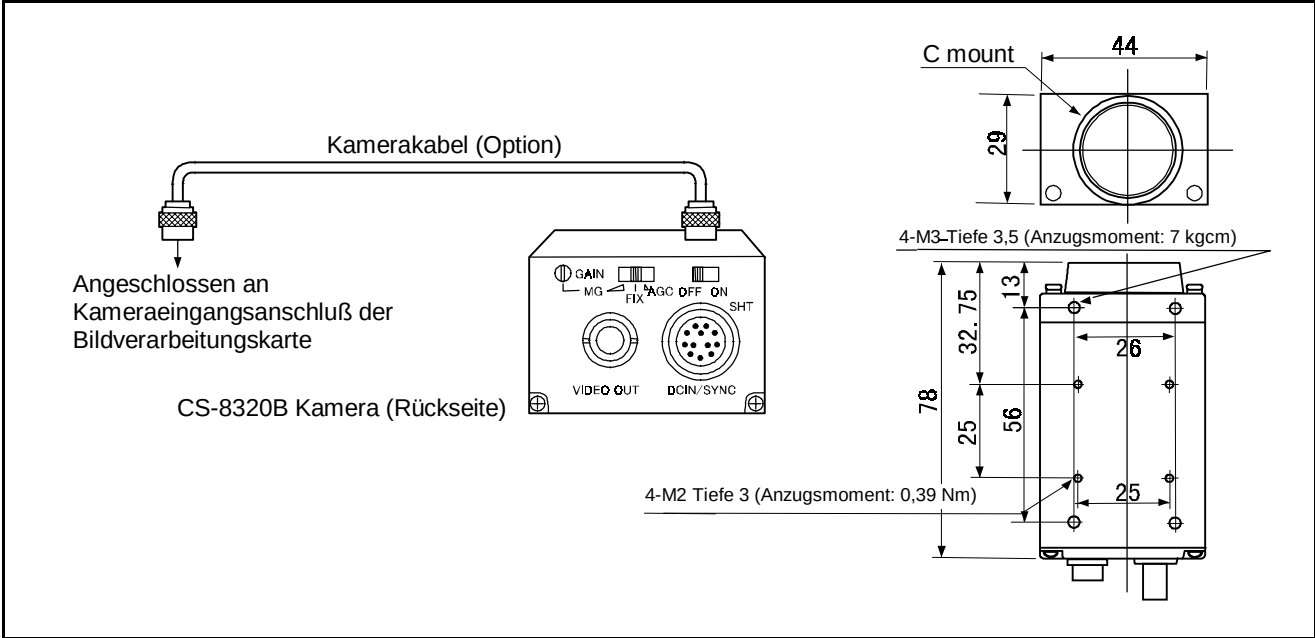

Abbildung 3-14 Abmessungen der Kamera und Benennung der Teile
- Achtung (1)** Um die Kamera am Gerät anzubringen, müssen Sie die Schrauben mit dem angegebenen Anzugsmoment fest anziehen. Siehe Abbildung 3-14.
- (2) Setzen Sie die Kamera keinen Stößen oder Vibrationen aus. Dies könnte eine Funktionsstörung zur Folge haben.
- (3) Berühren Sie das Innere der Kamera nicht. Es besteht die Gefahr eines elektrischen Schlags oder eines Unfalles.
- (4) Weitere Informationen über das Einstellen der Kamera sehen Sie im Bedienungshandbuch, das der Kamera beigelegt ist.